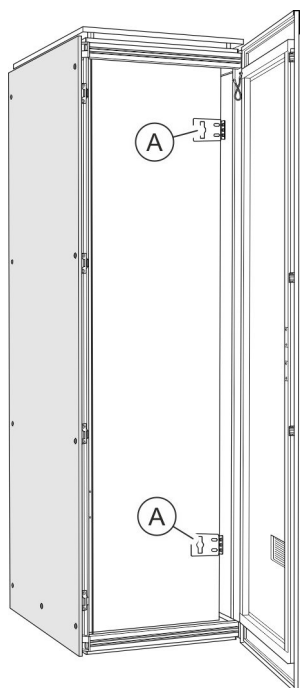

Fig. 15 : Rack avec équerres d'accrochage
3. ➔ Retirer les équerres d'accrochage (Fig. 15 /Ⓜ) du PDU et les visser aux emplacements marqués sur le rack.